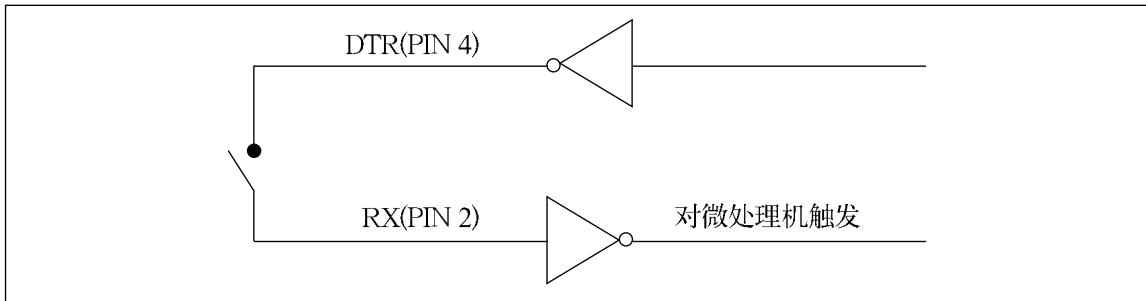

图 5-2 用 RS-232 接口接收脚 (RX) 外触发
- 当 IEEE-488 接口赋能后，RS-232 接口的接收脚 (RX) 能够作为一个外触发输入端一样被使用，(见表 5-14 中 TRI GGER 指令)。此脚上的输入信号大于 +3V 时，便能触发一个测量结果。用 DTR (脚 4) 和一个外开关触发测量的方法描述在图 5-2 中。